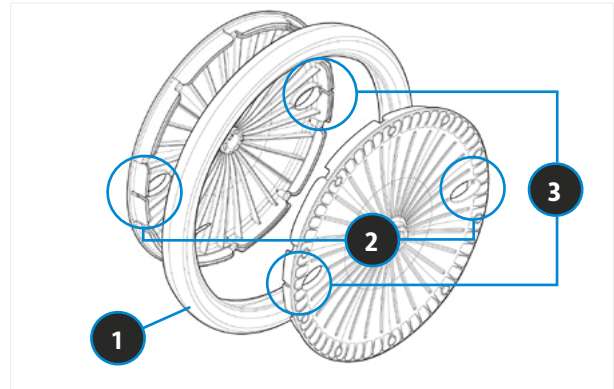

BILD 53 ORIENTIERUNG FELGEN - IMMER 2 AUF 3 LAMELLEN LEGEN
- ▶ Felgenhälften zusammendrücken und dabei die Orientierung der Lamellen beachten: siehe Bild 53.